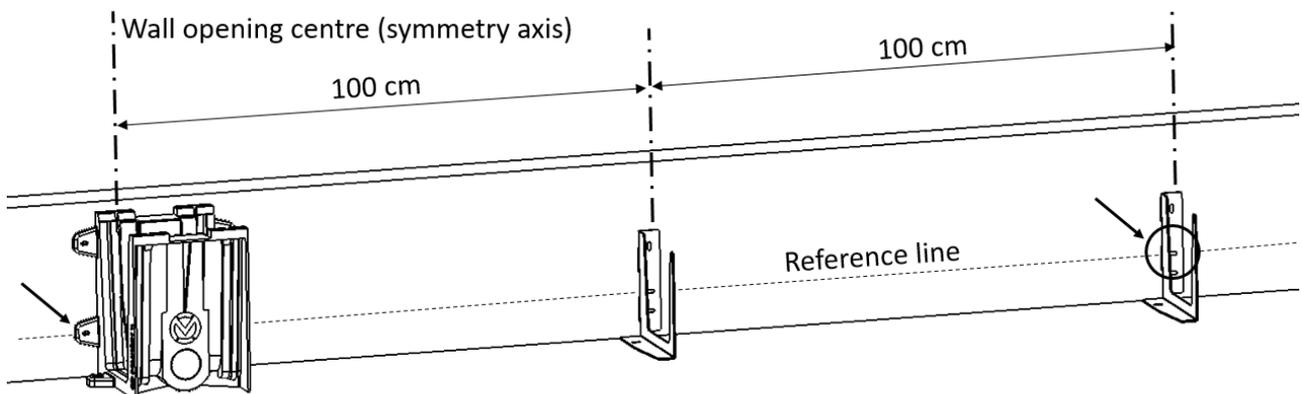

Figura 6
Continuare fissando le staffe centrali metalliche (2 pezzi) al muro come indicato di seguito. Vedere Figura 6.
Accertarsi che i fori inferiori della staffa di collegamento dell'unità di alimentazione siano allineati con i fori delle staffe centrali metalliche [ref. 3]. Vedere Figura 6.